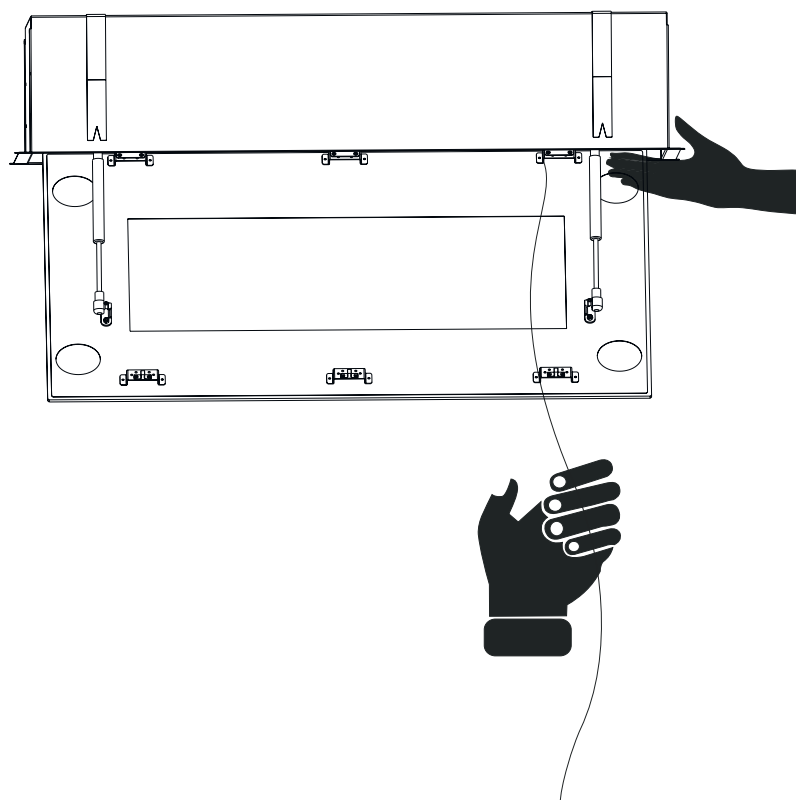

Fig. 12
6. För att hissa upp fläkten med stålvejarna; lyft den med en hand på kortsidan och dra i stålvejarna, en efter en. Gör detta växelvis på fläktens kortsidor. Varje gång man drar i stålvejarna låser säkerhetslåset dem (Fig. 12). När fläkten har hissats upp till taket och det inte går att dra mer i stålvejarna ska dessa rullas ihop och placeras i förvaringsutrymmet.